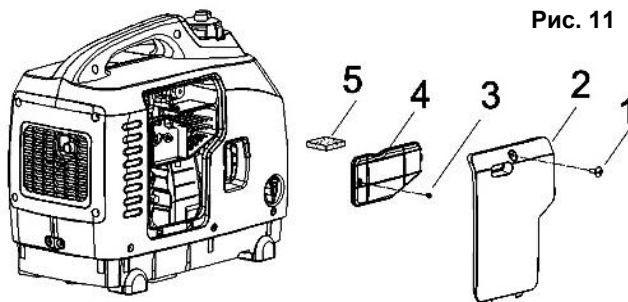

Рис. 11
- Снимите боковую крышку (2), открутив два винта (1)(См. Рис.11).
- Открутите винты крепления крышки фильтра (3). Выньте крышку (4) из посадочного места (6)(См. Рис.11).
- Выньте губчатый фильтрующий элемент (5)(См. Рис.11), промойте его в теплой воде с мылом, хорошо высушите. Замените новым при необходимости.